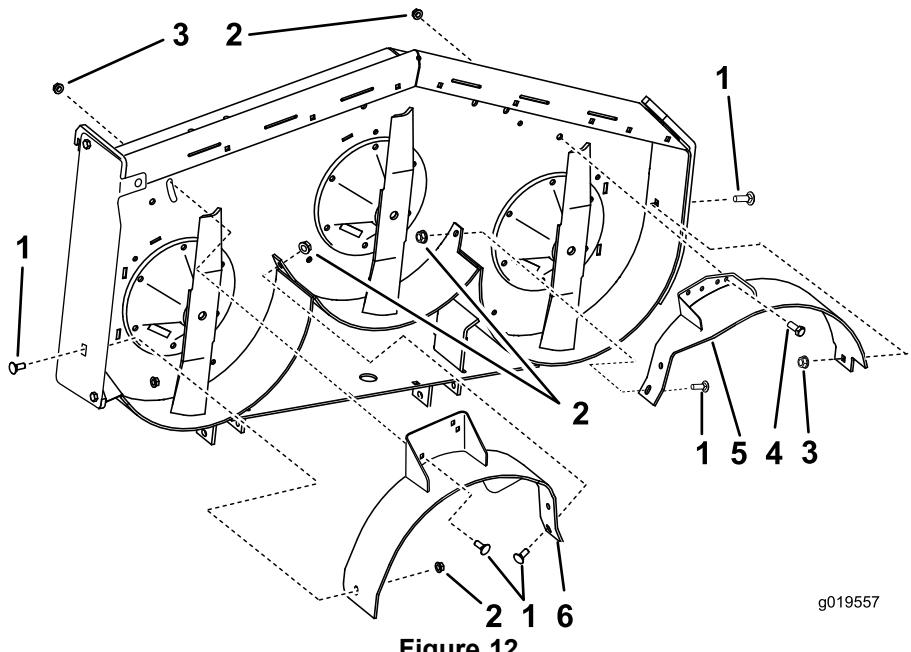
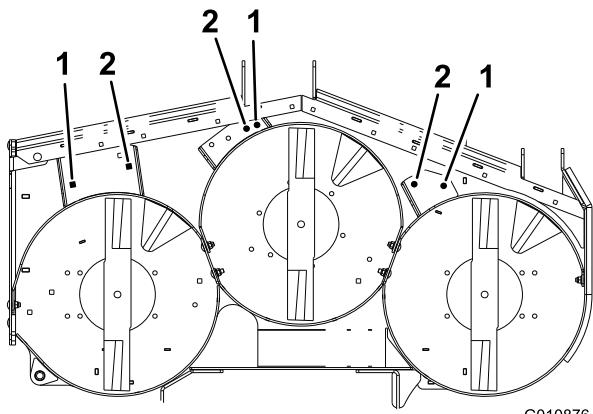
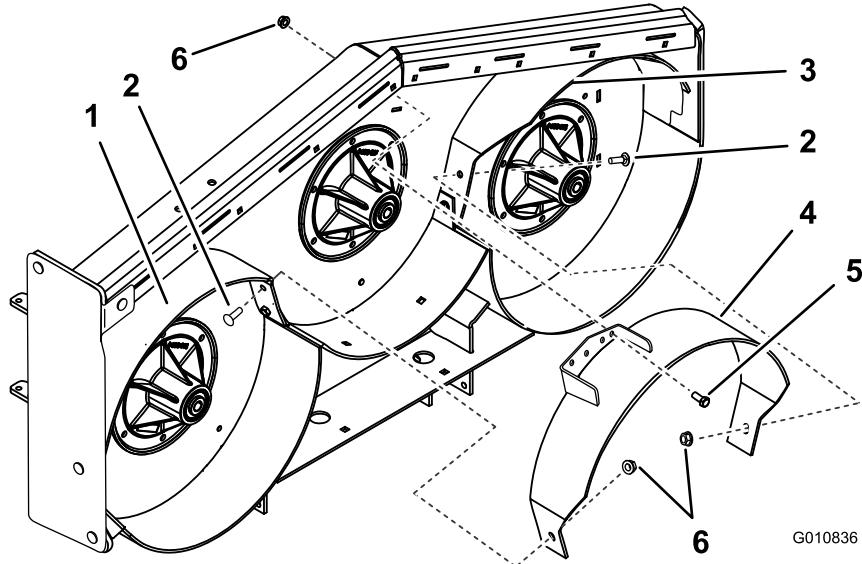

Figure 12
Figure 13
Figure 14
3. Fixez (sans serrer) le déflecteur droit au sommet du tablier de coupe avec 1 boulon de carrosserie (3/8 x 1") et 1 écrou à (grande) embase (3/8") (Figure 12). Reportez-vous à la Figure 13 pour les trous à utiliser et la position correcte des déflecteurs.
4. Fixez (sans serrer) le déflecteur droit au tablier de coupe avec 1 boulon de carrosserie (3/8 x 1") et 1 écrou à (petite) embase (3/8") (Figure 12).
6. Fixez (sans serrer) le déflecteur gauche au sommet du tablier de coupe avec 1 boulon (3/8 x 1") et 1 écrou à (petite) embase (3/8") (Figure 12). Reportez-vous à la Figure 13 pour les trous à utiliser et la position correcte des déflecteurs.
7. Fixez (sans serrer) le déflecteur gauche au tablier de coupe avec 1 boulon de carrosserie (3/8 x 1") et 1 écrou à (petite) embase (3/8") (Figure 12).
8. Fixez (sans serrer) le déflecteur gauche au côté du tablier de coupe avec 1 boulon de carrosserie (3/8 x 1") et 1 écrou à (petite) embase (3/8") (Figure 12).
2. Fixez (sans serrer) le déflecteur droit sur la plaque d'éjection avec 1 boulon de carrosserie (3/8 x 1") et 1 écrou à (petite) embase (3/8") (Figure 12).
10. Fixez (sans serrer) le déflecteur central au déflecteur gauche avec 1 boulon de carrosserie (3/8 x 1") et 1 écrou à (petite) embase (3/8") (Figure 14). Reportez-vous à la Figure 13 pour les trous à utiliser et la position correcte des déflecteurs.
11. Fixez (sans serrer) le déflecteur central au déflecteur droit avec 1 boulon de carrosserie (3/8 x 1") et 1 écrou à (petite) embase (3/8") (Figure 14).
12. Fixez (sans serrer) le déflecteur central au sommet du tablier de coupe avec 1 boulon (3/8 x 1") et 1 écrou à (petite) embase (3/8") (Figure 14).